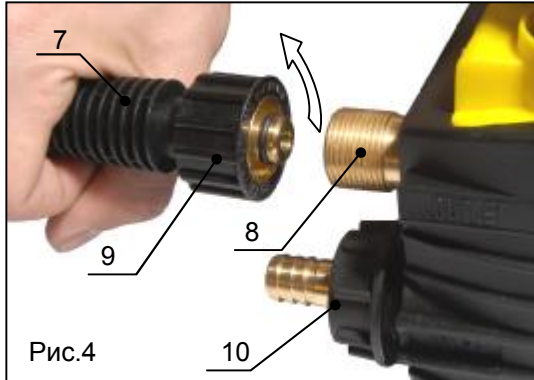

Рис.4
3. Вставьте шланг высокого давления (поз.7, рис.4) в выходной патрубков (поз.8, рис.4) мойки и зафиксируйте его крепёжной гайкой (поз.9, рис.4), поворачивая последнюю по часовой стрелке.
- Вставьте переходник во входной патрубков и зафиксируйте его положение при помощи пластиковой гайки (поз.10, рис.4).